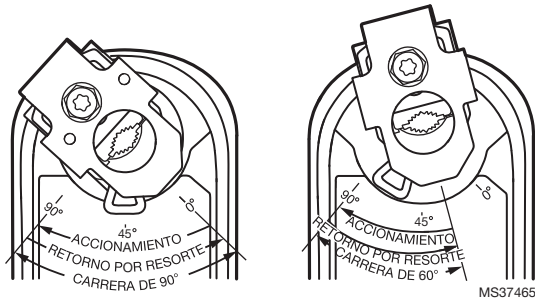

Ilustración 5. Reducción de carrera.
3. Gire el acoplamiento a la posición deseada, alineándolo con la etiqueta de carrera. Véase la Ilustración 5.
EJEMPLO: Si se establece el acoplamiento del eje en una posición de seguridad aproximada de 30 grados (como se indica en la carcasa), se limita la carrera a 60 grados. (Véase la Ilustración 5).